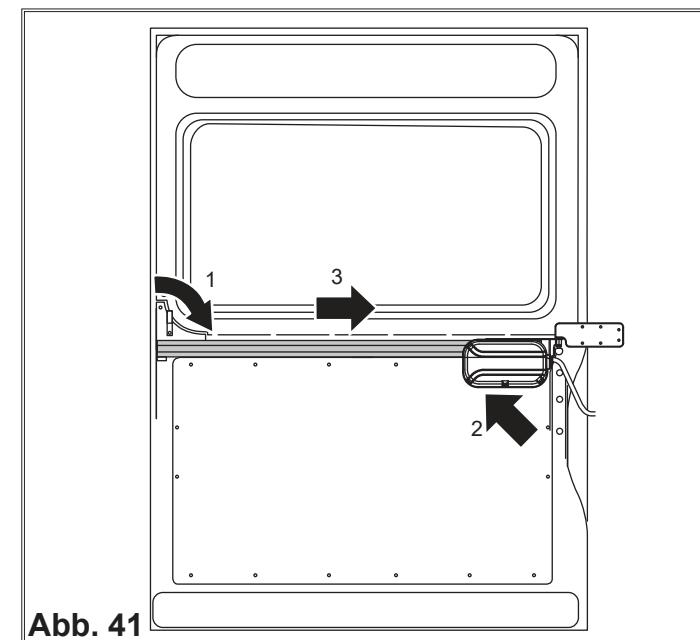

Abb. 41
1. Den Türgriff drehen und festhalten, (**Abb. 41**).
2. Den Antrieb schräg links nach aussen drücken, (**Abb. 41**).
3. Die Tür mit dem Türgriff nach rechts öffnen, (**Abb. 41**).